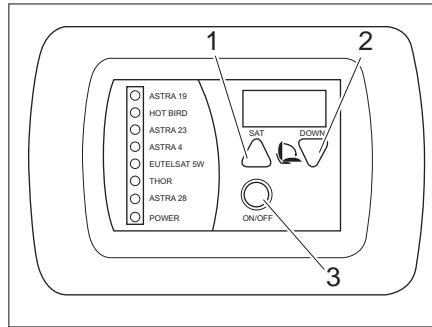

Bild 39 Panel Menü Verbraucher (Variante 1)
- Satellitenanlage über den ON/OFF Knopf (Bild 39,3) einschalten (Bedienpanel ist an der Eingangstür innen links befestigt).
- SAT Taste (Bild 39,1) mehrmals drücken, um einen Satelliten auszuwählen und den Suchlauf zu starten.
- Down Taste (Bild 39,2) drücken, um die Satellitenanlage einzufahren.
- Taste ON/OFF (Bild 39,3) drücken.